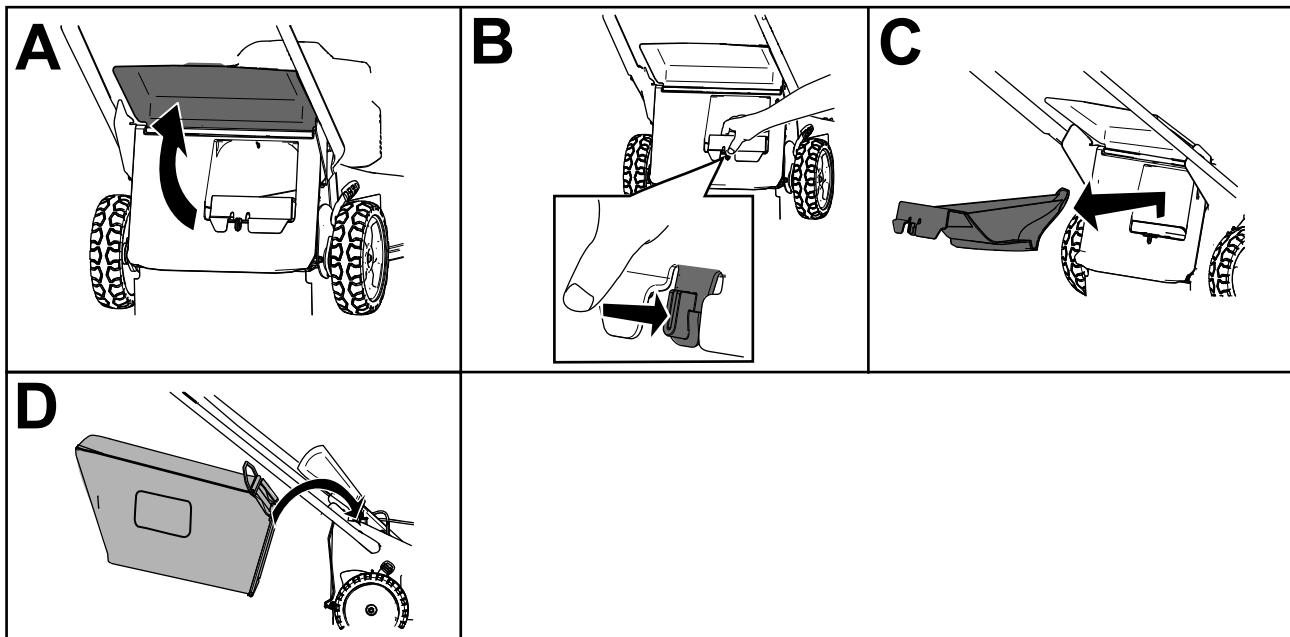

Figura 18
Nota: Para desbloquear o tampão traseiro, rode a alavanca do tampão para a direita (Figura 18).
3. Faça subir e mantenha elevado o defletor traseiro (A da Figura 18).
4. Retire o bujão de descarga traseira empurrando o trinco para baixo com o polegar e retirando o bujão da máquina (B e C de Figura 18).
5. Instale as extremidades da barra do saco nas ranhuras na base da pega e abane o saco para a frente e para trás para assegurar que as extremidades estão encaixadas na parte inferior de ambas as ranhuras (D de Figura 18).
3. Retire a barra do saco de relva das ranhuras na base da pega (A de Figura 18).
4. Insira o bujão de descarga (B de Figura 18).
5. Baixe o defletor traseiro (C de Figura 18).